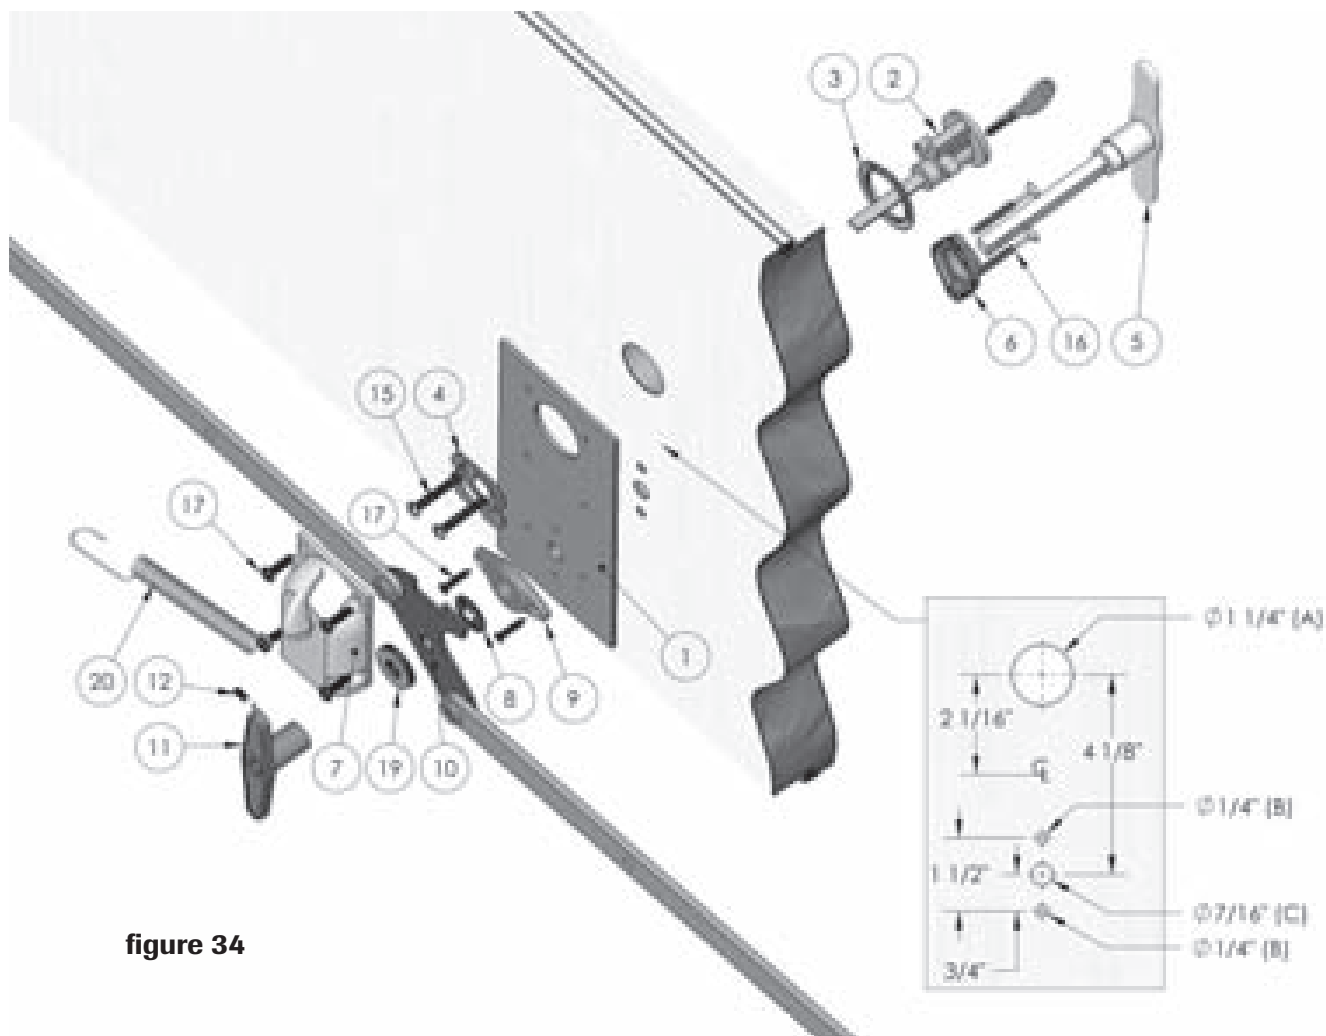

figure 34
2. Mesurez la distance des 4 trous à percer sur le panneau, à l'aide des cotes et du dessin (fig 34), afin de bien centrer la poignée et la serrure et marquez à l'aide d'un poinçon les quatre trous à percer A (serrure), B (les 2 vis) et C (poignée).
4. Glissez le barillet (2) dans la pièce (3) et insérez dans le trou A (Les dents de la clé doivent pointées vers le haut et le trou de la clé doit être dans le bas du barillet (2)) ;
5. Appuyez la plaque d'acier (1) sur le côté intérieur du panneau ;
6. Par le côté intérieur, insérez la pièce (4) dans le trou (A) en positionnant la parti ronde vers le bas ;
7. Insérez les vis no 10 de 1 1/2" de longueur (15) dans la pièce (4), alignez-les dans les trous du barillet (2) et vissez (assurez-vous que la plaque est bien alignée) ;
8. Insérez le verrou intérieur (7) dans la tige du barillet (2) et vissez-le dans la plaque d'acier (1) avec quatre vis de 3/8" de longueur (17) en utilisant un tournevis à tête carrée ;
- a. Insérez la vis inférieure gauche dans l'extrémité ronde du ressort (20) avant de la visser ;
9. Par le côté intérieur vis-à-vis le trou (C), vissez la plaque (9) dans la plaque d'acier (1) avec deux vis de 3/8" de longueur (17) en utilisant un tournevis à tête carrée ;
10. Glissez la poignée extérieur (5) dans la pièce (6) et insérez dans le trou (C) ;